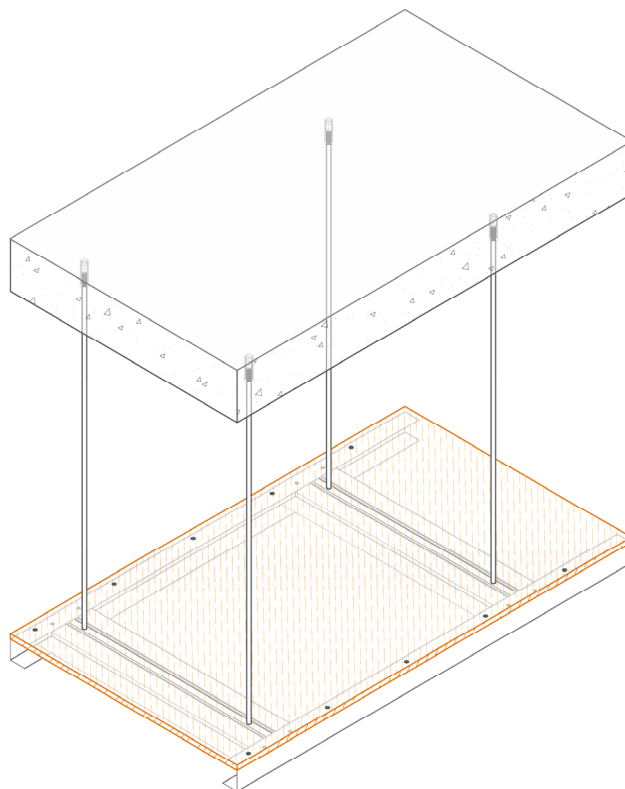

Рис.6
2. Подвесить получившееся изделие на шпильки (рис.6). Закрепить траверсы на шпильках с помощью шайб и гаек, отрегулировать высотную отметку крепления траверс в соответствии с проектной отметкой.